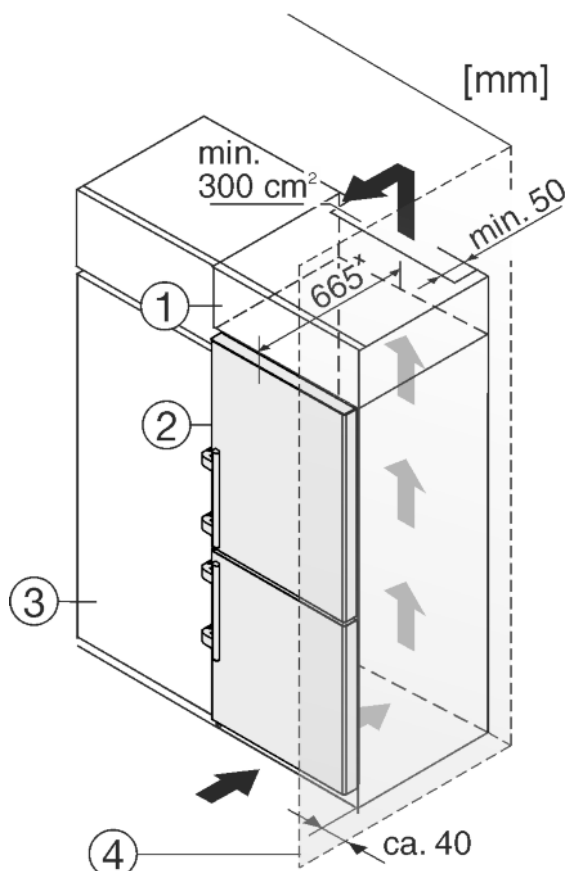

Fig. 26
- (1) Колонна на столешницу
- (2) Устройство
- (3) Кухонный шкаф
- (4) Стена
Устройство может быть окружено предметами кухонной обстановки. Чтобы уравнять устройство *Fig. 26 (2)* по высоте с кухонной стенкой, можно установить над устройством соответствующий дополнительный шкафчик *Fig. 26 (1)*.
В комбинации с кухонными шкафами устройство можно устанавливать непосредственно рядом с кухонным шкафом *Fig. 26 (3)*. Чтобы можно было полностью открыть двери, устройство должно выступать, как минимум, на 65 мм* относительно передней стенки кухонного шкафа. В зависимости от глубины кухонных шкафов и использования пристенных распорок устройство может выступать и больше.
Если устройство установлено на шарнирах у стены *Fig. 26 (4)*, то расстояние между устройством и стеной должно быть не менее 40 мм. Настолько выступает ручка при открытой дверце.